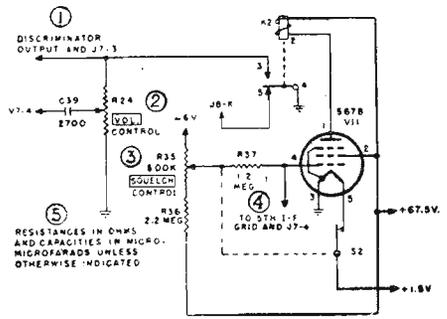

Fig. 12 - Schema elettrico del circuito dello squelch.
- (1) Capacità espresse in micromicrofarad.
- (2) Chiuso durante la ricezione.
14. Circuito dello squelch (fig. 12).